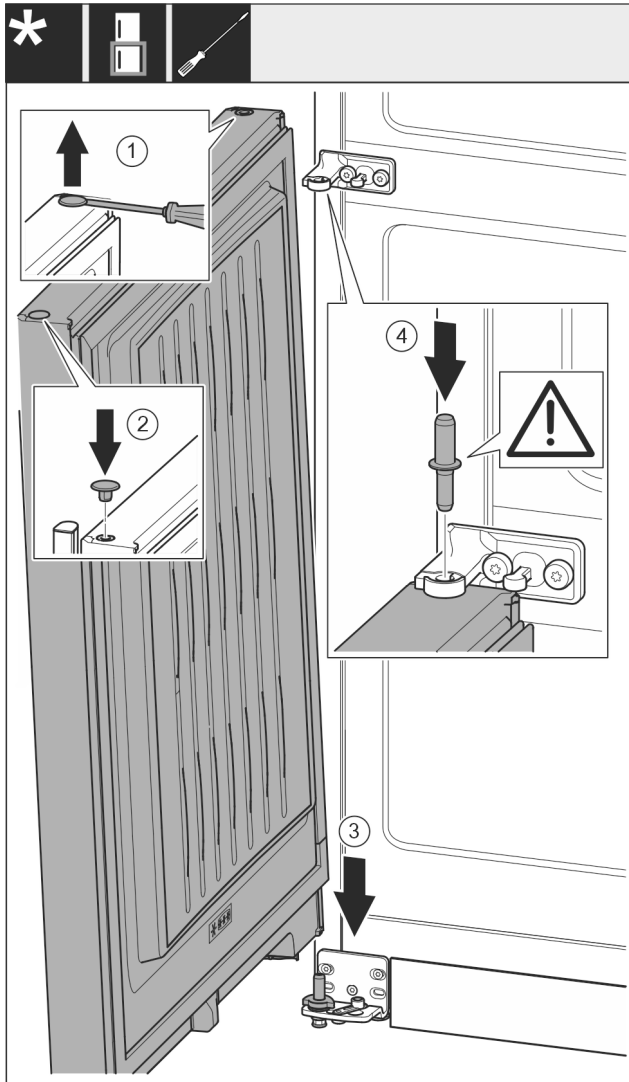

Fig. 20
- ▶ Ngrini lart me kujdes tapën Fig. 20 (1) me një kaçavidë me kokë petë dhe nxirreni jashtë.
- ▶ Vendosi sërish në vend tapën Fig. 20 (2) në anën tjetër të derës.
- ▶ Futni derën Fig. 20 (3) nga lart mbi bulonin e rrotullimit poshtë.
- ▶ Futni në derën poshtë bulonin e rrotullimit në mes Fig. 20 (4), duke e kaluar përmes bazamentit mbështetës në mes. Këtu bëni kujdes që gunga ndaluese të jetë e kthyer nga poshtë.